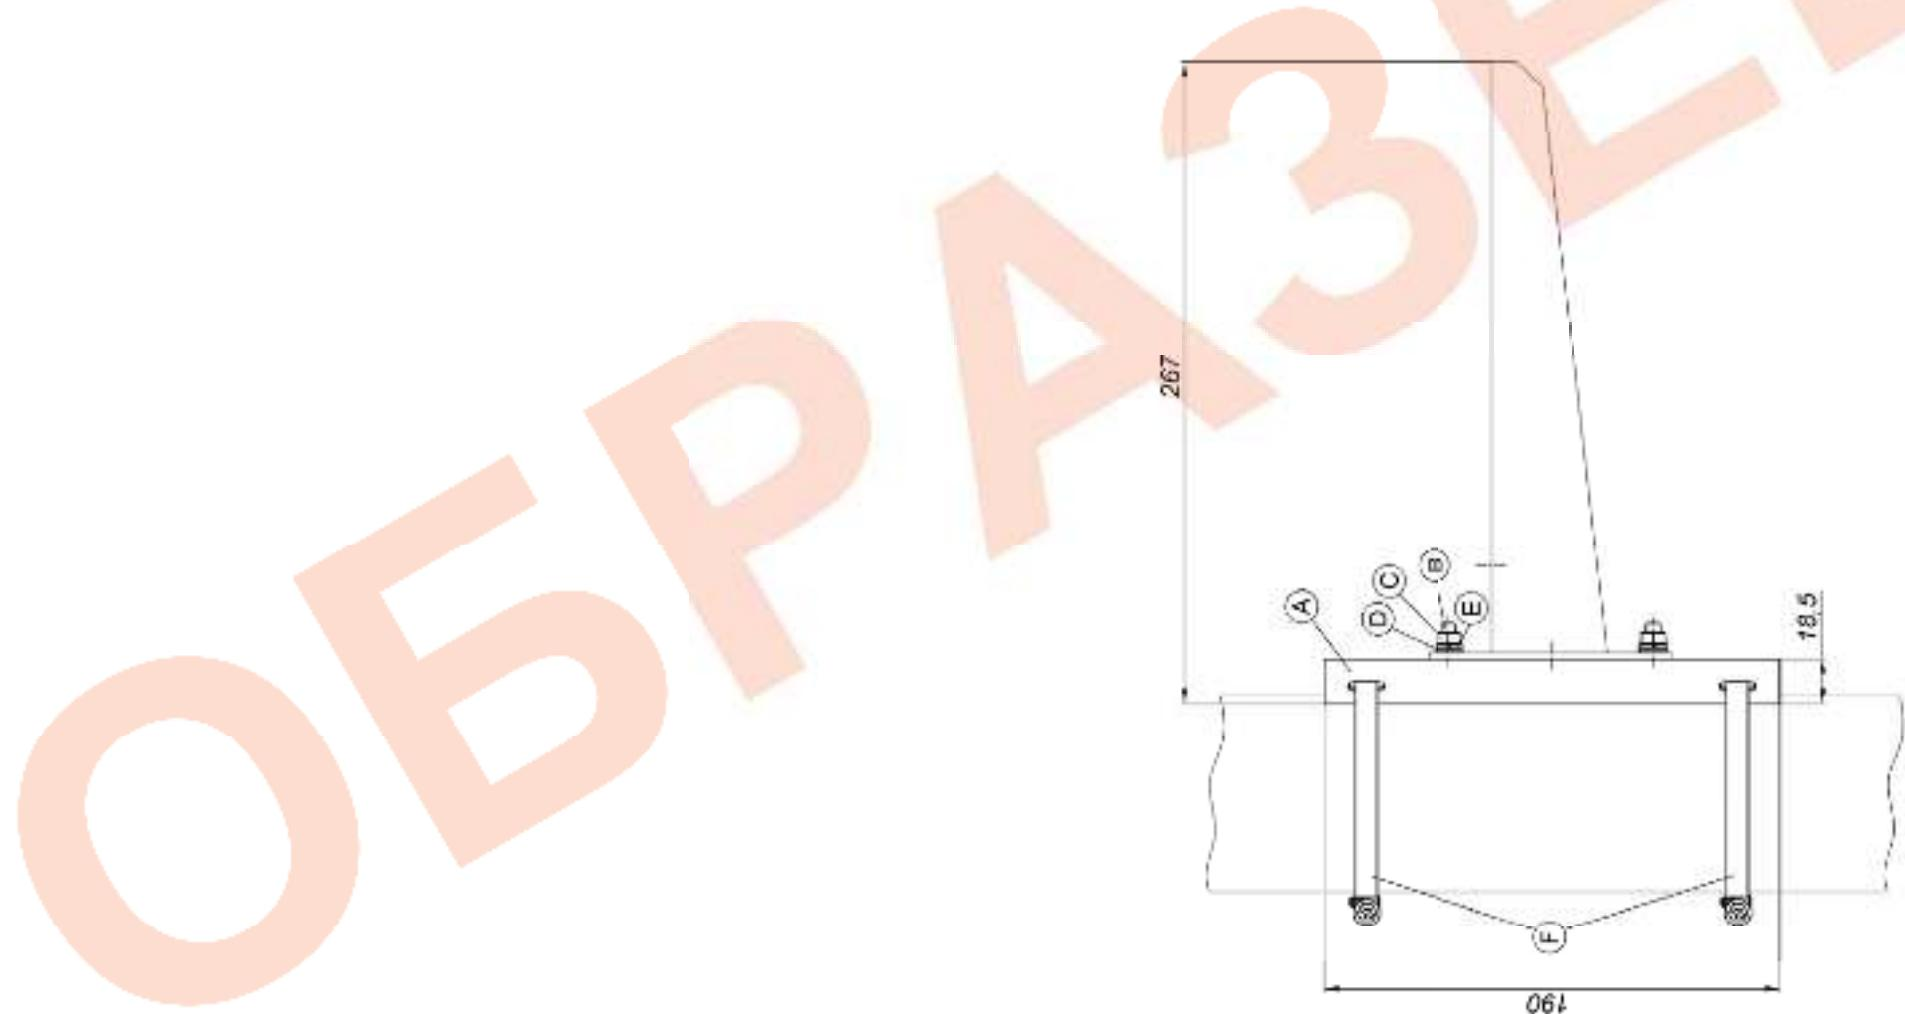

Рис.3 Матгал фронтштетіліа С4 на споры (ұрғуптар иші көздәспелүс)
- 1. Кронштейн КС 4 для крепления IP видеокамеры ТВК-192 IP на опоры Ø; □ -115±135мм (другой размер – под заказ). Монтаж кронштейна см. рис.3;